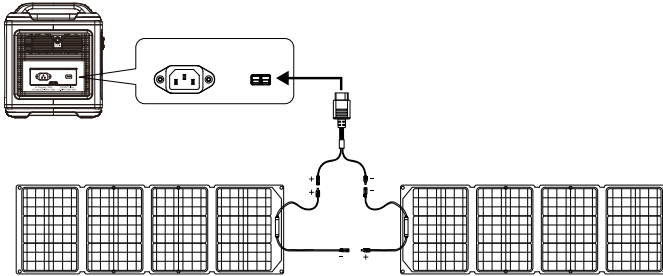

Abb. 1: Einrichten der Solarpanelgruppe
1. Stellen Sie die Solarpanelgruppe auf. Siehe Abb. 1: Einrichten der Solarpanelgruppe [► 13].